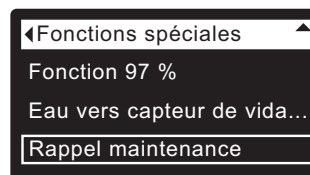

FIG. 93
1. À partir d'un écran d'état dynamique, appuyez sur le sélecteur (O) pour afficher le **Menu principal**.
3. Appuyez sur le sélecteur (O) pour afficher le menu des fonctions avancées.
5. Appuyez sur le sélecteur (O) pour afficher le menu des fonctions spéciales (cf. Figure 93).
9. Appuyez sur le sélecteur (O) : l'afficheur revient au menu des fonctions spéciales (cf. Figure 93).